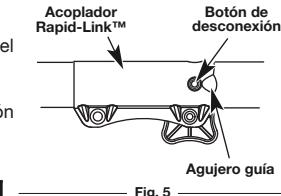

Fig. 5
- NOTA:** Alinear el botón de desconexión con el agujero guía facilitará la instalación (Fig. 5).
- Oprima y sostenga el botón de desconexión (Fig. 5).